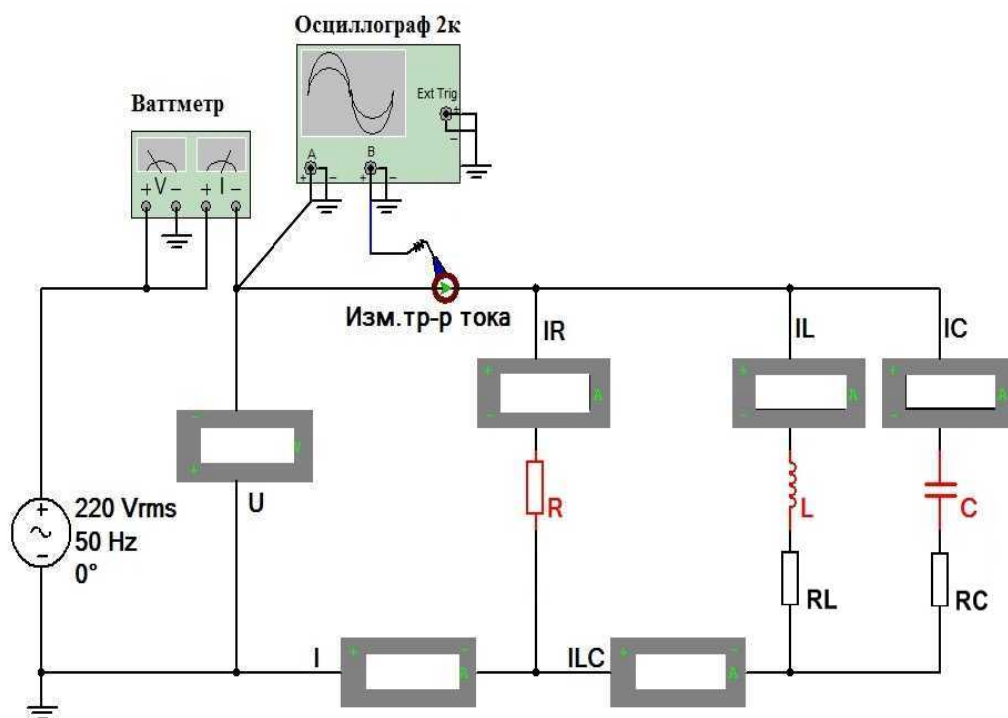

Рис. 3.2
1. Собрать в MultiSim схему электрической цепи с параллельным соединением элементов  $R$ ,  $L$ ,  $C$  (рис. 3.2) (см. ссылку 32). Возможно также использовать копию примера, поскольку схема одна для всех вариантов задания, но параметры цепи различны (см. ссылку 35).
3. Выполнить исследование *параллельного колебательного контура* (рис. 3.2) при изменении емкости конденсатора  $C$  и заполнить табл. 3.4. Измерения выполнить в MultiSim. Расчеты выполнить любым способом, включая компьютерные приложения: MathCad, Excel и другие.